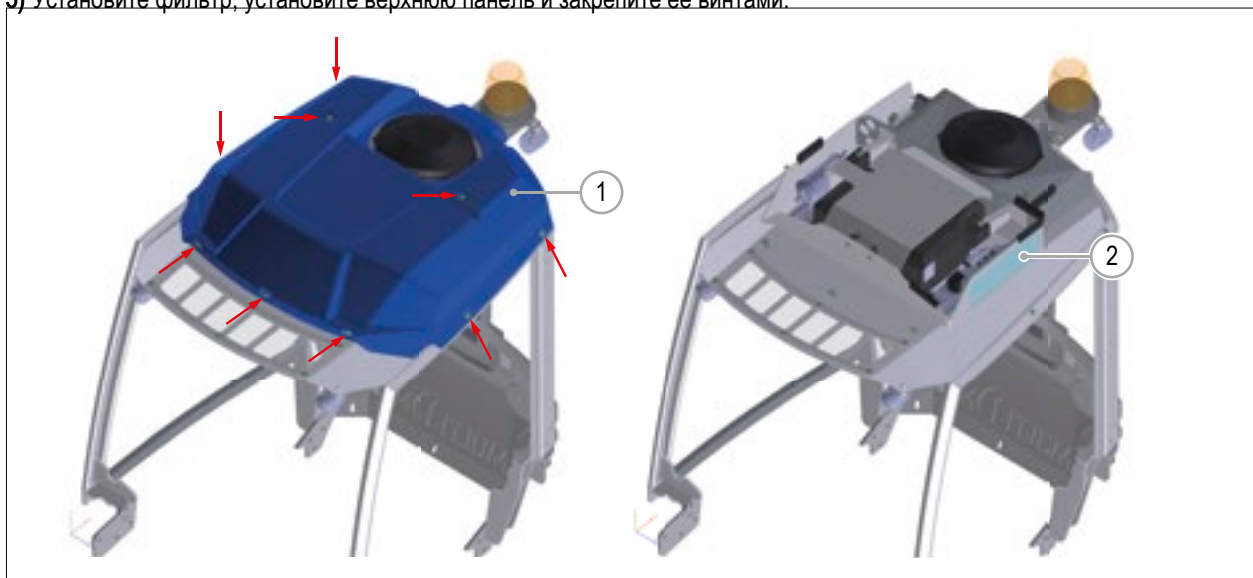

РИС. 50
- 2) Снимите верхнюю панель (РИС. 50 - Сс. 1), открутив винты которые крепят её к раме.
- 3) Снимите воздушный фильтр (РИС. 50 - Сс. 2), потянув его за верхнюю часть.